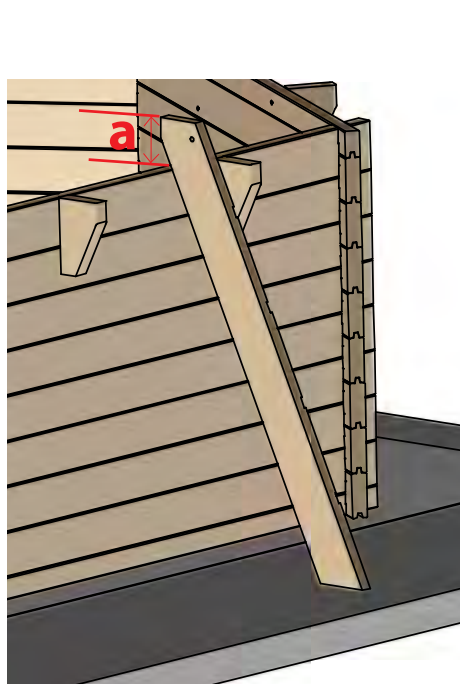
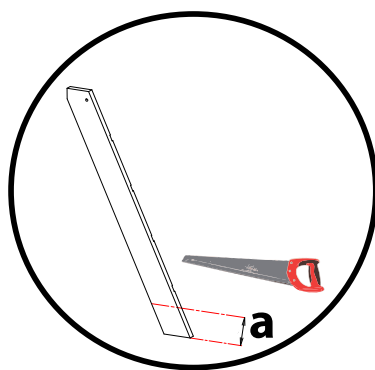

Fig. 12 / Abb. 12 / Afb. 12
Fig. 13 / Abb. 13 / Afb. 13
De sierlijsten zijn extra versterkingen waarmee het zichtbare deel van de metalen onderdelen voor het zicht worden weggewerkt. Ze worden op dezelfde manier aan het bassin vastgezet als de rest van de versterkingen en zijn voorzien van een dwarsbalk (afb. 12) om het frame van buitenaf voor het zicht weg te werken.
• Cut the supports of the ladder checking the dimensions as shown in figure 12 at the bottom part of the stepladder support and saw off the part you do not need. • Assemble the stepladder and position it as shown in figure 13.
• Recoupez les limons de l'échelle en reportant la dimension a figure 12 au bas du limon de l'échelle et sciez la partie a extraire. • Assemblez l'échelle et placez-la conformément à la figure 13.
• Beschneiden Sie die Treppenwangen unter Beachtung der Maße Abb. 12 im unteren Teil der Treppenwange und sägen Sie den Teil, den Sie entfernen möchten, ab. • Bauen Sie die Treppe zusammen und platzieren Sie sie wie in Abb. 13.
• Zaag de bomen van de trap op maat door te meten hoever hij uitsteekt afbeelding 12 en teken een evenredig deel af op het onderste deel van de trapboom en zaag dat stuk eraf.
• Monteer de trap en plaats hem zoals aangegeven op afbeelding 13.